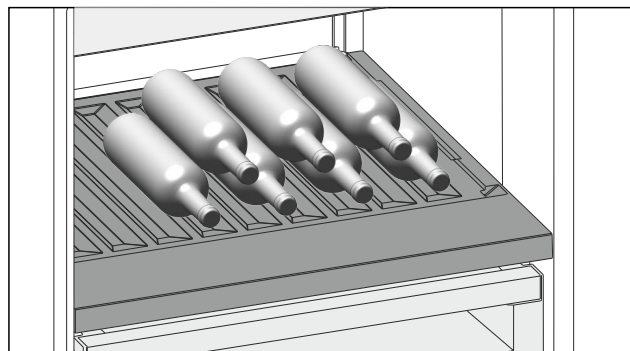

Fig. 97
- Поставайте бутилките с дъното назад към задната стена. (виж Fig. 97)